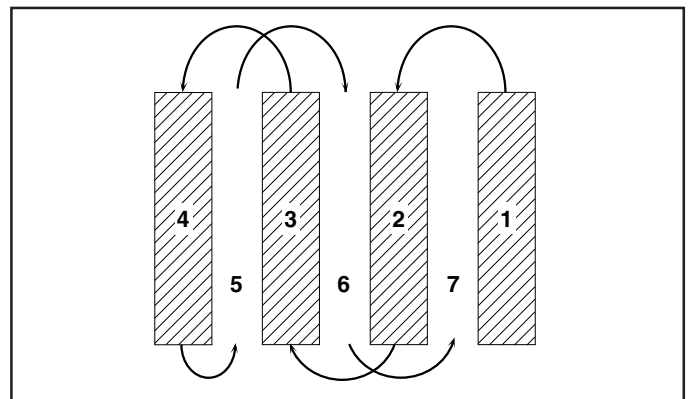

FIG. 14
- Vous trouverez le labourage beaucoup plus facile si vous laissez un sillon non bêché entre les passes. En ce temps-là retournez entre le rang de labourage (Voyez la Fig. 14). Il y a deux raisons pour faire ceci. Premièrement, des virages larges sont beaucoup plus faciles à prendre que faire des demi-tours. Deuxièmement, la motobineuse ne vous entraînera pas vers le rang bêché qui est le plus proche.